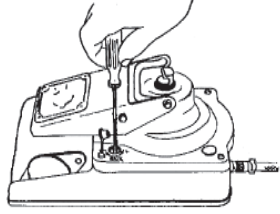

図3
- 3) 調節ねじのスロット(溝)にドライバーを差し込んでください。速度を早くするには＋方向に、遅くするには－方向に回してください。ポンプのストローク数を1分間、カウントし、速度を調節してください(図3)。